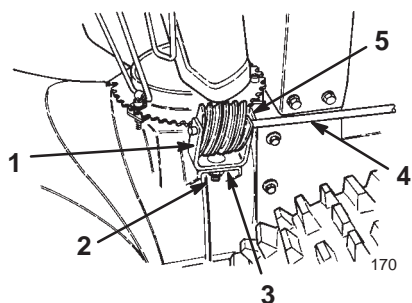

Figure 8
1. Introduisez la vis de carrossier de 2,5 cm dans le trou de montage du support de la vis sans fin (Fig. 8).
2. Placez la vis sans fin dans le support, alignez les trous et introduisez la tige de commande d'orientation de l'éjecteur dans le support et la vis sans fin (Fig. 8).
3. Montez la vis sans fin et le support sur la bride, sans serrer, à l'aide d'une vis de carrossier, d'une rondelle plate et d'un contre-écrou (Fig. 8).